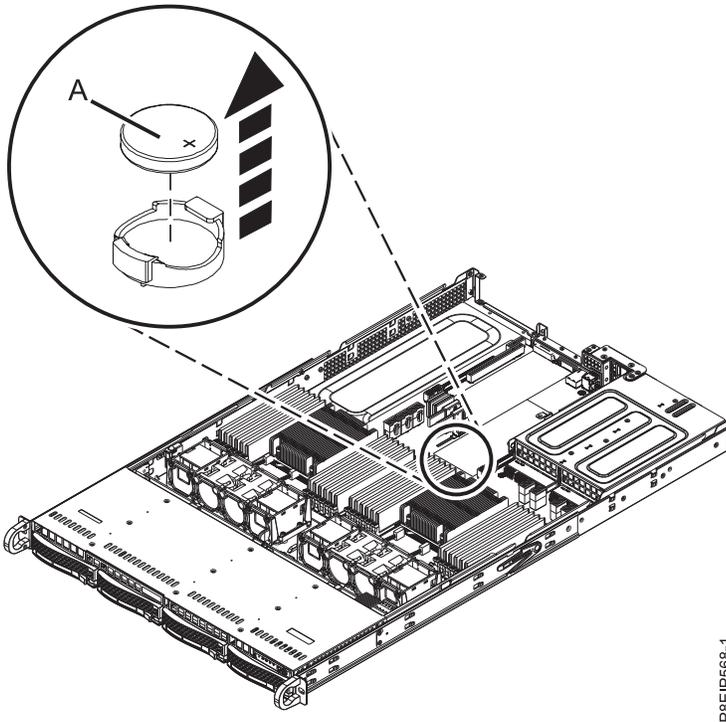

Figura 75. Local da Bateria do Relógio
3. Remova a bateria do relógio (**A**) conforme mostrado na Figura 75 na página 66. Ao remover a bateria, não utilize uma ferramenta metálica para desencaixá-la de seu slot.